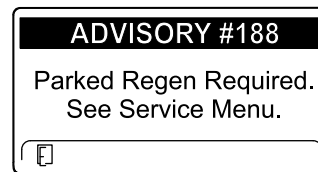

Bild 82
- Eine geparkte Regenerierung ist erforderlich, ADVISORY #188 (Bild 82)